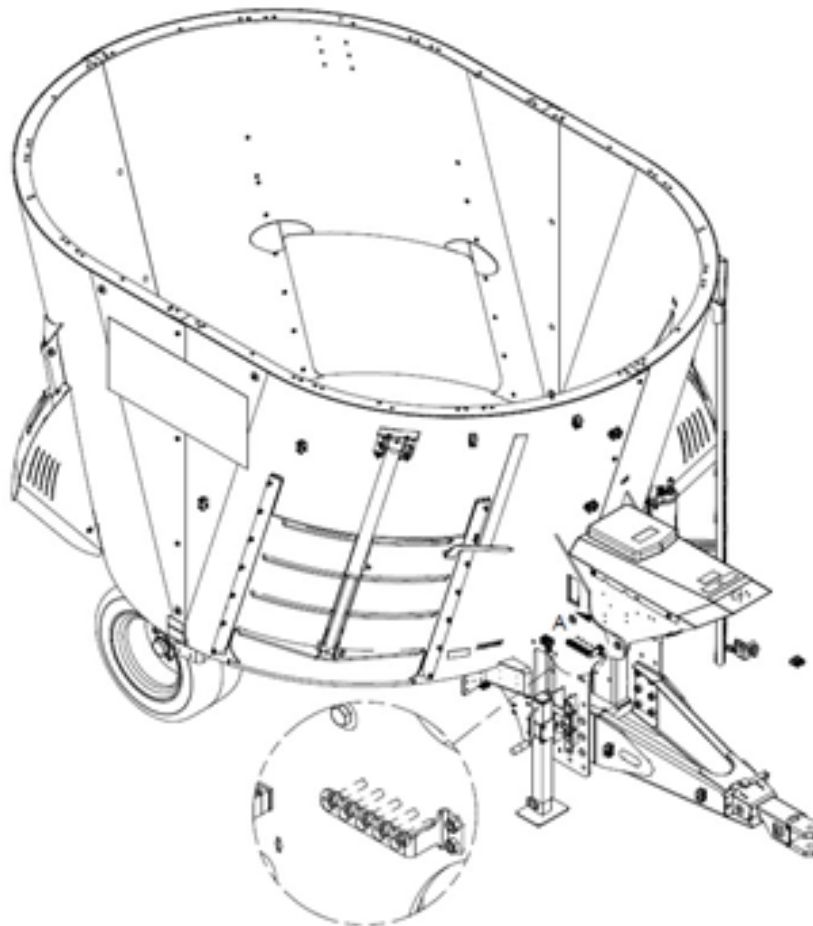

Figure 43 — Emplacement des boulons de sécurité sur les SMARTMIX A280 et A380
3. Installez un nouveau boulon (disponible sur le support des boulons de rechange) (Figure 43).